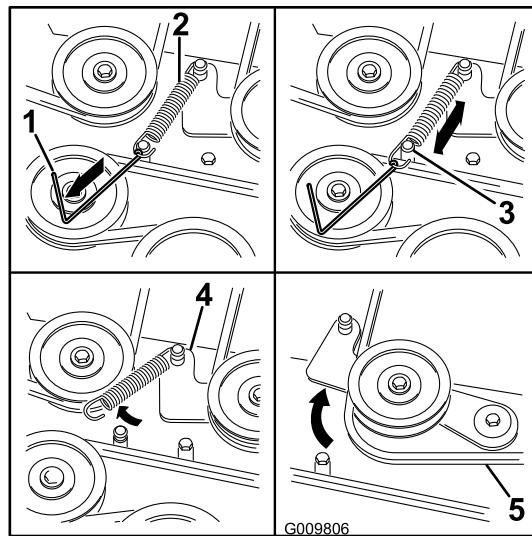

Figure 67
- À l'aide d'un outil de dépose de ressort (réf. Toro 92-5771), décrochez le ressort de l'ergot sur le tablier pour éliminer la tension sur la poulie de tension (Figure 67).
- Acheminez la courroie neuve autour des poulies du tablier de coupe et de la poulie d'embrayage, sous le moteur (Figure 67).
- À l'aide d'un outil de dépose de ressort (réf. Toro 92-5771), accrochez le ressort à l'ergot situé sur le tablier, ce qui a pour effet d'exercer une tension sur la poulie de tension et la courroie du tablier de coupe (Figure 67).